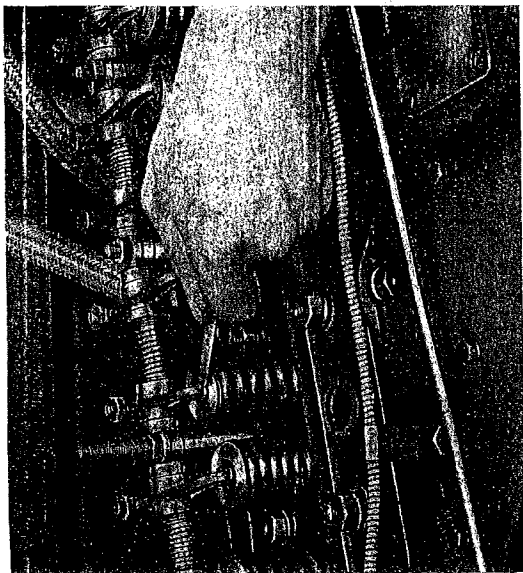

Abb. 18 Kontrolle des Ventilspiels
2.13 Motorsteuerung (Abb. 18 und 19)